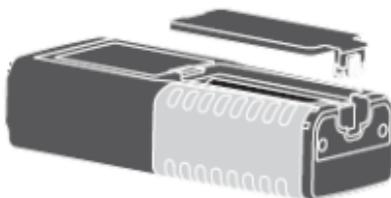

Fig. 9: Substituição das pilhas internas
1. Desapertar o parafuso de fixação da cobertura do compartimento das pilhas e removê-la (ver Fig. 9)